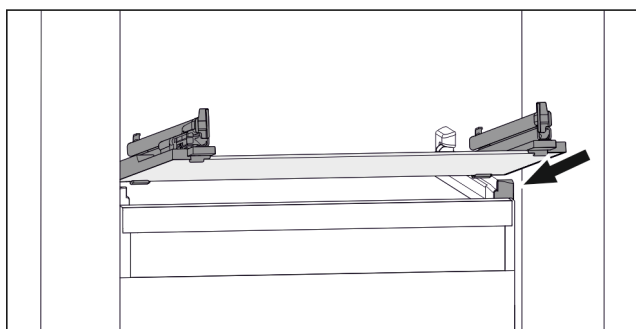

Fig. 47 Klaasplaadi näitlik kujutis
- ▶ Pange klaasplaat kaldu peatajate taga peale. (vt. Fig. 47)